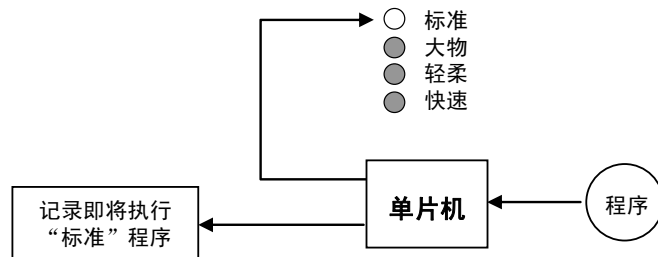

图 1-3 “程序”设置
(2) 按“程序”按键，选择“标准”全自动洗涤程序，“标准”指示灯被点亮（如图 1-3 所示）。这是因为当按下“程序”按键，单片机“意识”到用户正在设置洗衣程序。由于有 4 种洗衣程序：标准、大物、轻柔和快速，而“程序”按键只有一个，所以用户每按一次，单片机就自动依次选取一种程序，并控制对应的指示灯发光。单片机能“记住”用户最后一次的选择，例如“标准”，在开始洗衣时就按照这个程序来执行。这一过程参考图 1-3 所示。